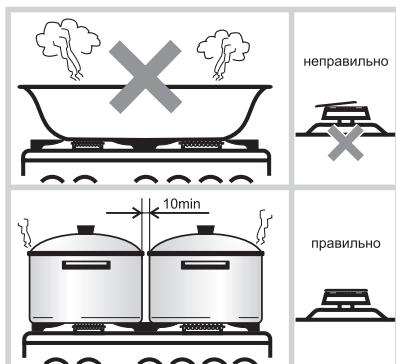

Рис.22
- Запрещается устанавливать на решетки какие-либо дополнительные рассекатели пламени и пользоватьсяся горелками со смещеными крышечками (рис.22). Это приведет к неполному сгоранию газа, а также может привести к разрушению стеклянной варочной панели или необратимому ухудшению внешнего вида варочной панели из нержавеющей стали.